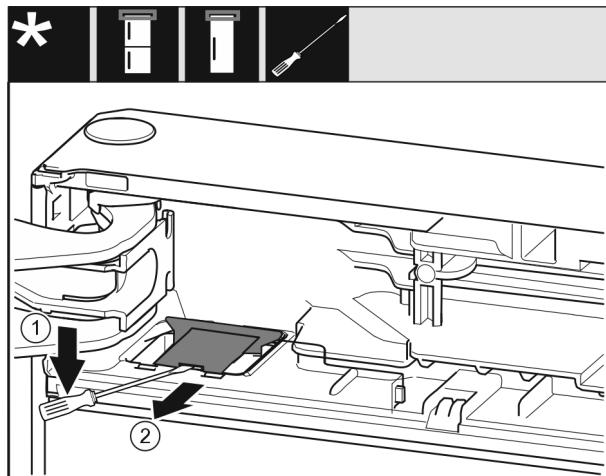

Fig. 7
- С плоска отвертка освободете и повдигнете капака. Fig. 7 (1)
- Извадете капака. Fig. 7 (2)